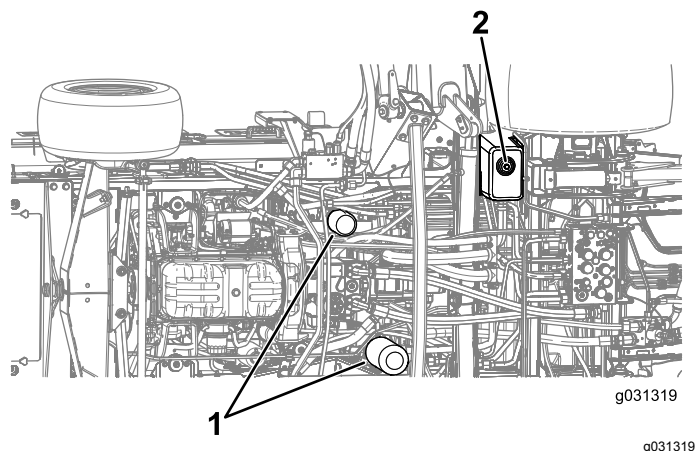

Рисунок 135
- Снимите пробку сливного отверстия с нижней части бака и дайте гидравлической жидкости стечь в сливной поддон (Рисунок 135).
- Поместите сливной поддон под фильтр, а затем снимите фильтр (Рисунок 135).